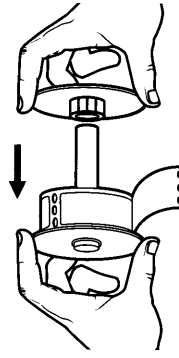

Figura 8
- 4 Sitúe la guía del eje en el lado derecho del carrete y cerciórese de que quede bien ajustada al rollo. Véase Figura 8.